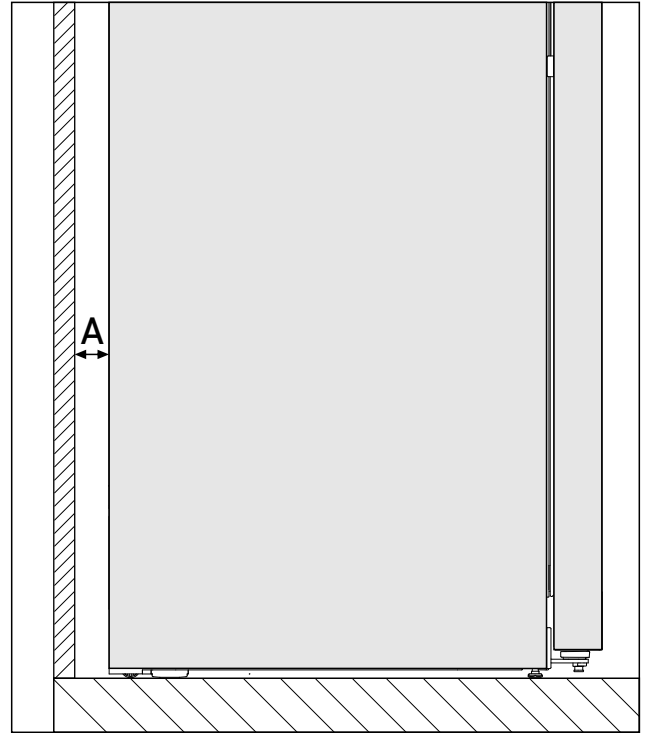

Fig. 3*
已在冰箱背面与墙壁之间的离墙距离为 Fig. 3 (A) 时确定能量消耗。当离墙距离小于 Fig. 3 (A) 时，不会影响冰箱的功能，但在更小的离墙距离下，能量消耗会略微升高。